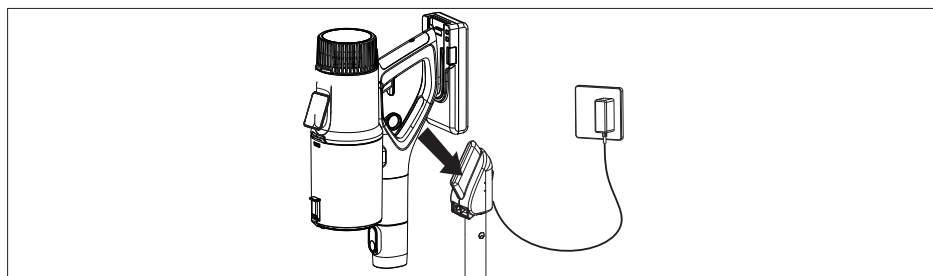

Abb. 7 – An der Standhalterung aufladen
Fugendüse (7) (siehe Abb. 7)	Absaugen von Ecken, für die Bodendüse unerreichbare Stellen, Fensterrahmen, Stofffalten usw.
2-in-1-Düse (8) (siehe Abb. 7)	- Bürste: Absaugen von empfindlichen Gegenständen wie Büchern, Bilderrahmen oder Polstern, Vorhang, Gitter - nur Düse: Betten, Sofa, Polster